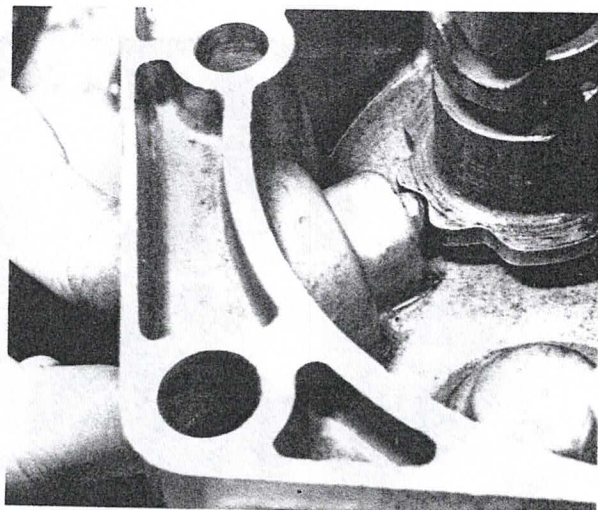

Bild 70
- Den Raststift einsetzen, wobei sich die Schaltwalze in der Leerlaufstellung befinden muss (Bild 70). Die Hohlachse mit einem Draht sichern, damit sie sich nicht lösen kann.